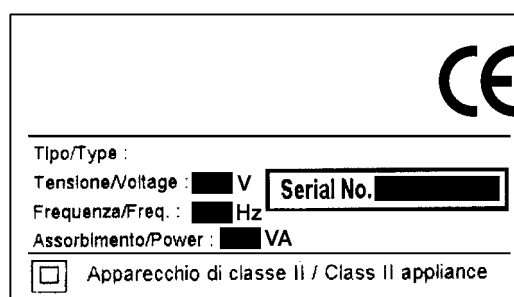

Fig. 2
Il rabbocco è situato nella parte posteriore della confezioneatrice **(Fig. 2)**.
- Accertarsi preventivamente che la tensione indicata sulla targhetta di identificazione della macchina sia la stessa della Vs. rete (**Fig. 2**).